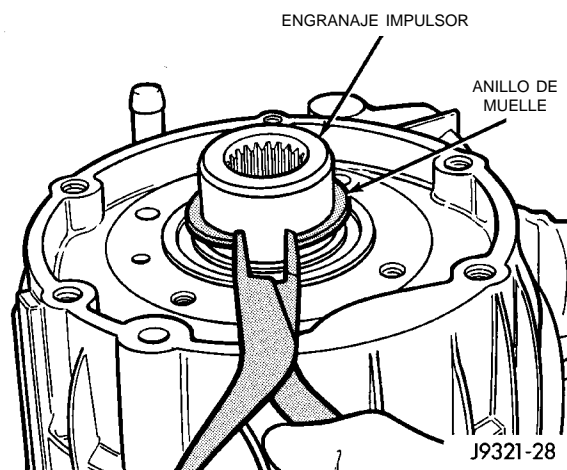

Fig. 36 Desmontaje del anillo de muelle del engranaje impulsor
(4) Retire el anillo de muelle que retiene el eje del engranaje propulsor en el cojinete delantero (Fig. 36).